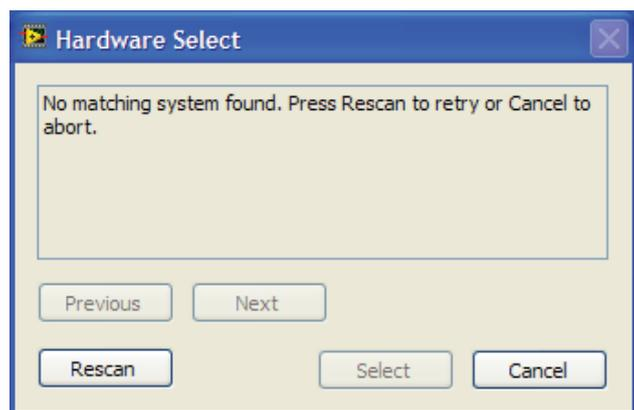

図 2.エラーの表示
2. ソフトウェアを起動したときSDPボードがUSBポートに接続されていない場合、接続エラーが表示されます(図 2 参照)。評価用ボードをPCのUSBポートに接続して、数sec待った後、**Rescan**をクリックし、指示に従ってください。